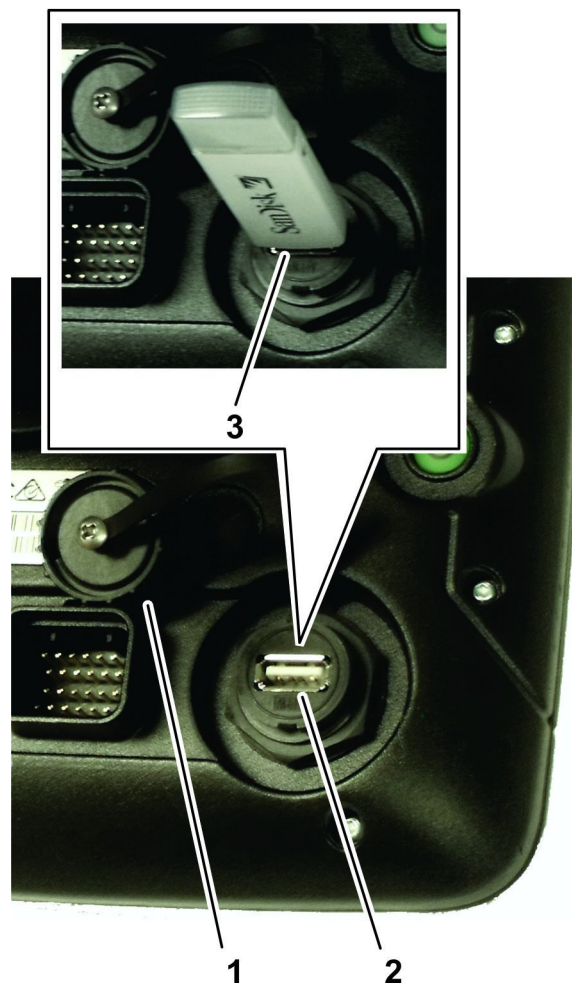

Bild 31
1. Entfernen Sie die Kappe für den USB-Anschluss, der sich unter der Stromtaste befindet (Bild 31).
2. Stecken Sie ein USB-Speichermedium in den USB-Anschluss ein (Bild 31).